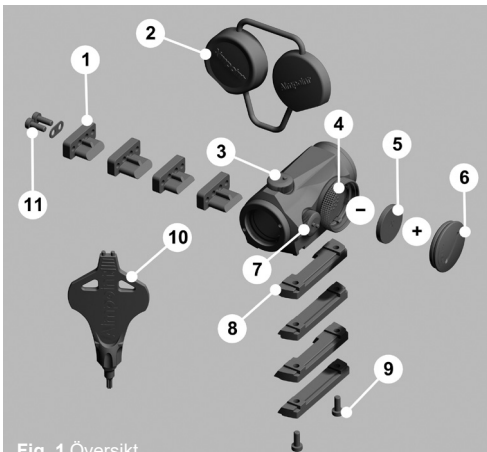

Fig. 1 Översikt
- 2 Sätt in **BATTERIET (CR2032)** med den positiva polen (+) mot **BATTERILOCKET** så som visas i Fig. 1.